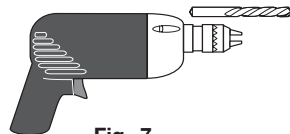

Fig. 7
- Perceuse électrique munie d'une mèche de 1/8 po de diamètre (si l'installation est faite dans le béton, utilisez une mèche à maçonnerie de 5/32 po) (Fig. 7).